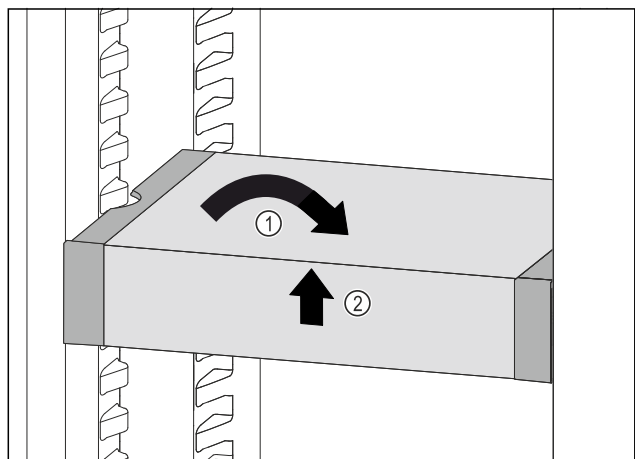

Fig. 55
- Coloque el VarioSafe en posición recta. Fig. 55 (1)
- Levante el VarioSafe por delante. Fig. 55 (2)